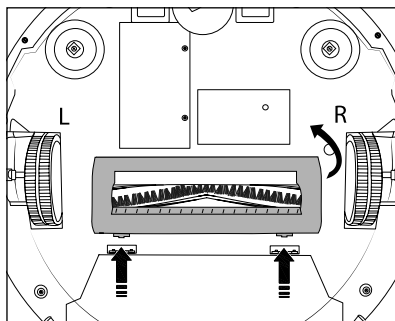

Fig. 14
- ◆ Pressione os dois botões de desbloqueio da cobertura do rolo de escovas **15** para o soltar. Retire a cobertura do rolo de escovas **15** do aparelho (ver fig. 14).